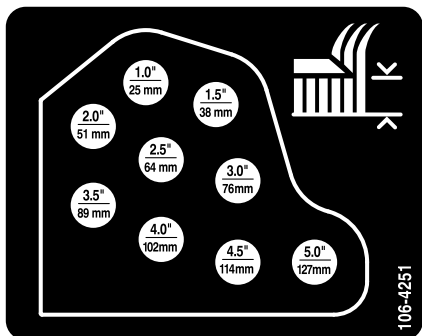

Figura 21
- Monte las cadenas de altura de corte en el taladro de altura de corte deseado con el pasador y el pasador de horquilla (Figura 21).